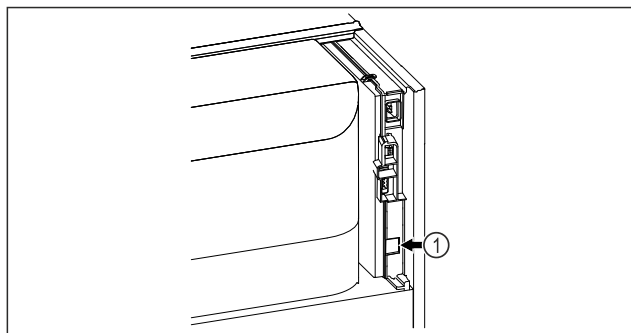

Fig. 179
- ☐ Założono SmartModule Fig. 179 (1).